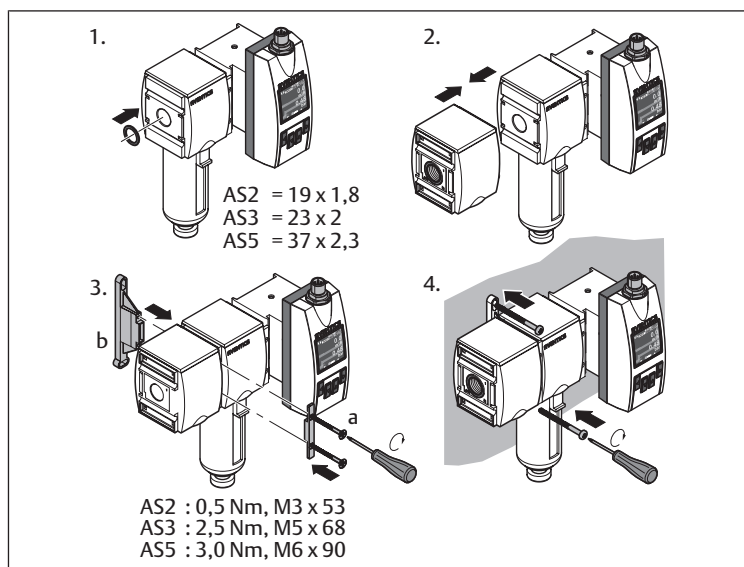

Fig. 5: Montage avec étrier de fixation | W03
- Montage avec étrier de fixation : voir → Fig. 5.